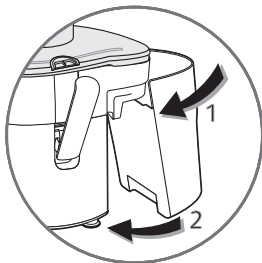

fig.5
- Placez le réservoir à pulpe (K) à l'arrière de l'appareil (**fig. 5**).